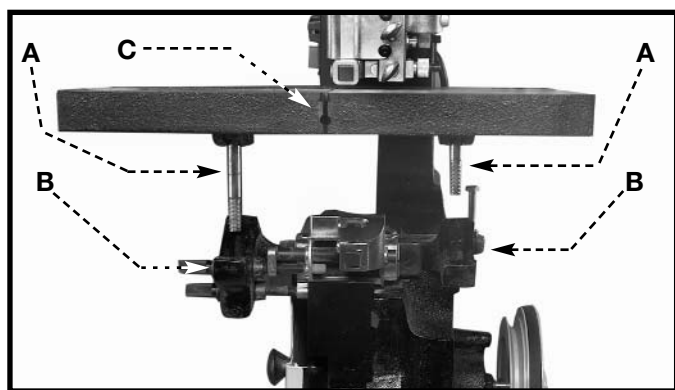

Fig. 19
2. Alinee los dos espárragos de la mesa (A) Fig. 19 que están en la parte inferior de la mesa, con los dos agujeros de los conjuntos de muñón (B).
- NOTA:** Asegúrese de que la ranura (C) Fig. 19 de mesa este orientada hacia la parte delantera de la sierra.